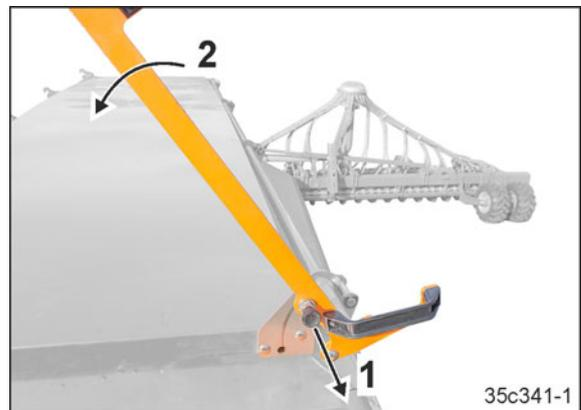

Fig. 229
3. Extraire l'axe à ressort (Fig. 229/1) et pivoter le levier (Fig. 229/2) vers le bas.